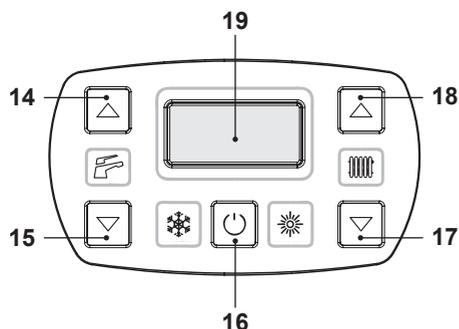
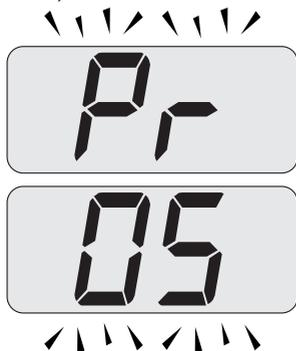

Figura 8.3
Figura 8.5
- Entrare in "modalità programmazione" premendo contemporaneamente per 10 secondi i tasti 16 - 17 - 18 (Figura 8.3) fino a far apparire sul display LCD le lettere **Pr** che si alternano con il codice **01**, indicanti l'entrata nel "parametro 01" (Figura 8.4).
- Premere contemporaneamente i tasti 16 e 18 (Figura 8.3) fino a far apparire sul display LCD il valore del parametro 05 (00=G20) (Figura 8.6).
- Scorrere i vari parametri utilizzando i tasti 17 o 18 fino a far apparire sul display LCD le lettere **Pr** che si alternano con il codice **05**, indicanti l'entrata nel "parametro 05" (Figura 8.5).
- Premendo il tasto 16 (Figura 8.3) si ottiene la conferma del valore inserito.
- Premendo contemporaneamente i tasti 16 e 17 (Figura 8.3) si esce senza modificare il valore (ritorno alla lista parametri Figura 8.5)
- Premendo contemporaneamente per 10 secondi i tasti 16 - 17 - 18 (Figura 8.3) si esce dalla "modalità programmazione".